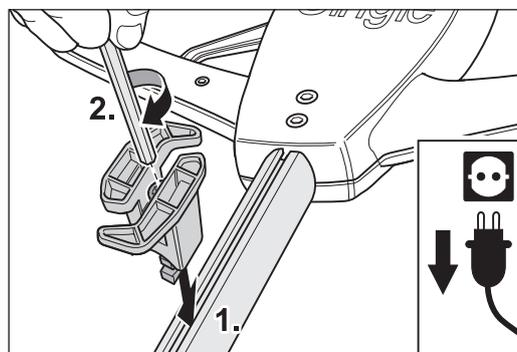

Abb. 22 Einfügen des Nutensteins in die Nut des Stielrohres und anziehen der Schraube.
- 3 Führen Sie den Nutenstein in die Nut des Stielrohres und ziehen Sie die Schraube an. Dabei verdreht sich der Nutenstein, so dass der Kabelhalter geklemmt wird (Abb. 22).